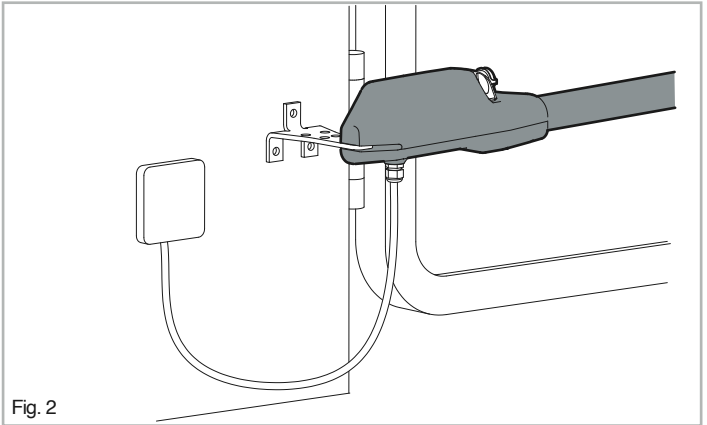

Fig. 2
- El cable de salida del motor debe siempre hacer una curva por abajo para evitar el refluo de agua al interior del mismo (fig. 2).